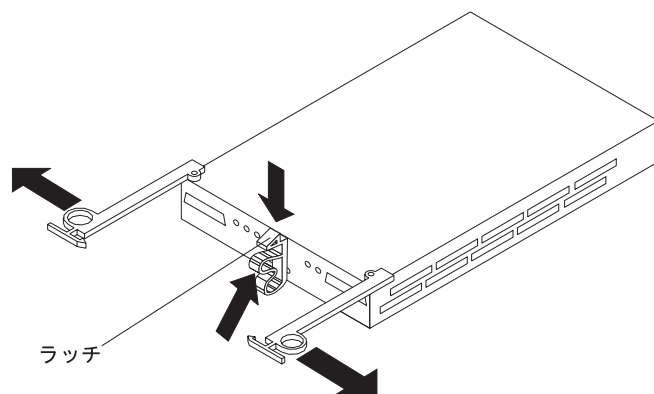

図 42. 障害のある ESM の取り外し
5. 障害インディケータ LED がオンになっていることを確認してから、ESM ラッチを押し下げます。53 ページの図 42 に示すように、ESM レバーがロック位置からポップアウトします。